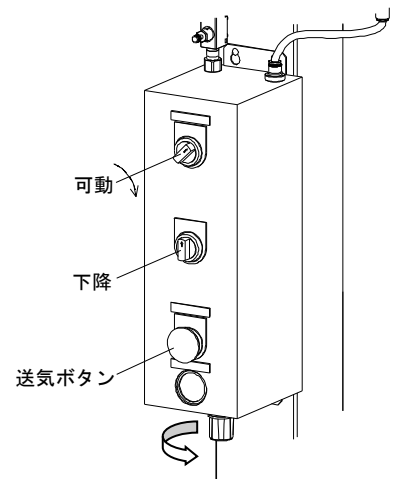

Fig.11
1. コントロールボックスの切換スイッチを『可動』と『下降』にしてください。（Fig.11）
2. リフト用エアレギュレーターのつまみを時計方向に回し、エア圧力を0.5 MPa(通常設定圧力)にします。『送気』ボタンを押すとドラム缶にエアが溜まり、ポンプを押上げながらリフトを徐々に上昇させます。（Fig.11）